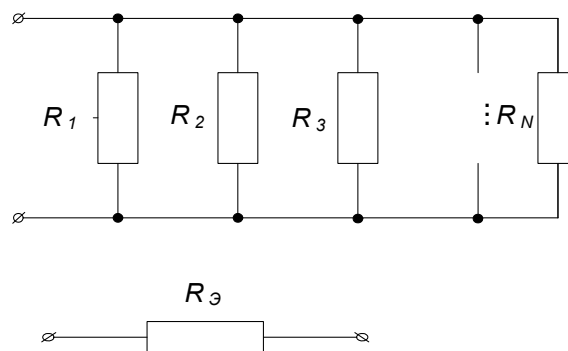

Рисунок 2
*Параллельное соединение элементов.* Соединение нескольких элементов называют параллельным, если напряжение на каждом из элементов имеет одно и то же значение (рис.2).